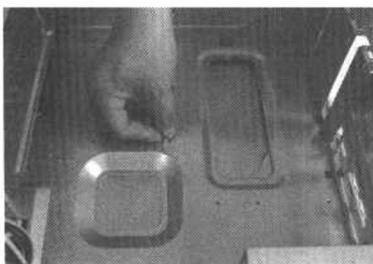

图 1-29 将铜质螺丝扭到底板上
- ⑤ 接下来将机箱附件中附带的铜质螺丝扭到与主板固定孔相对应的底板上，如图 1-29 所示。